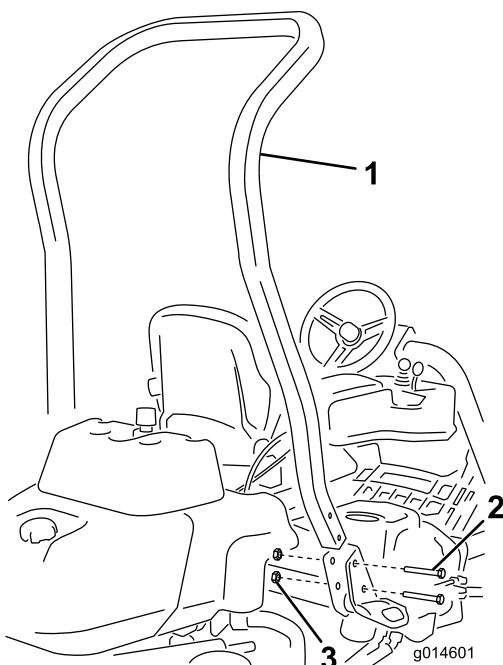

Рисунок 3
- Установите защитную дугу защиты в гнезда на каждой стороне машины, используя 4 болта на $\frac{1}{2}$ x $3\frac{3}{4}$ дюйма и 4 гайки с буртиком ($\frac{1}{2}$ дюйма) (Рисунок 3).